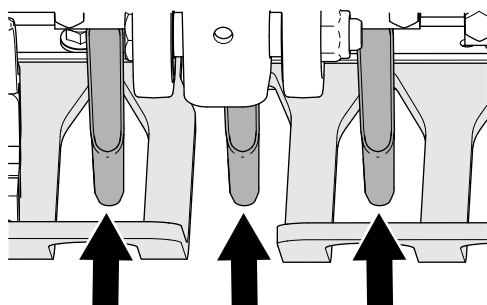

Figura 44
4. Verificate l'allineamento delle fessure delle protezioni del tappeto erboso rispetto alle fustelle per accertarvi che siano centrate (Figura 44).